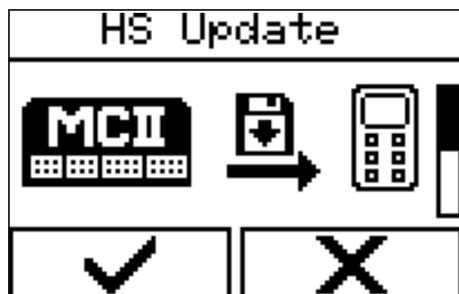

Abb. 64: Menü auswählen
1. ➤ Menü über „Handschalter“ → „Update“ → „HS Update“ (Abb. 64) auswählen.